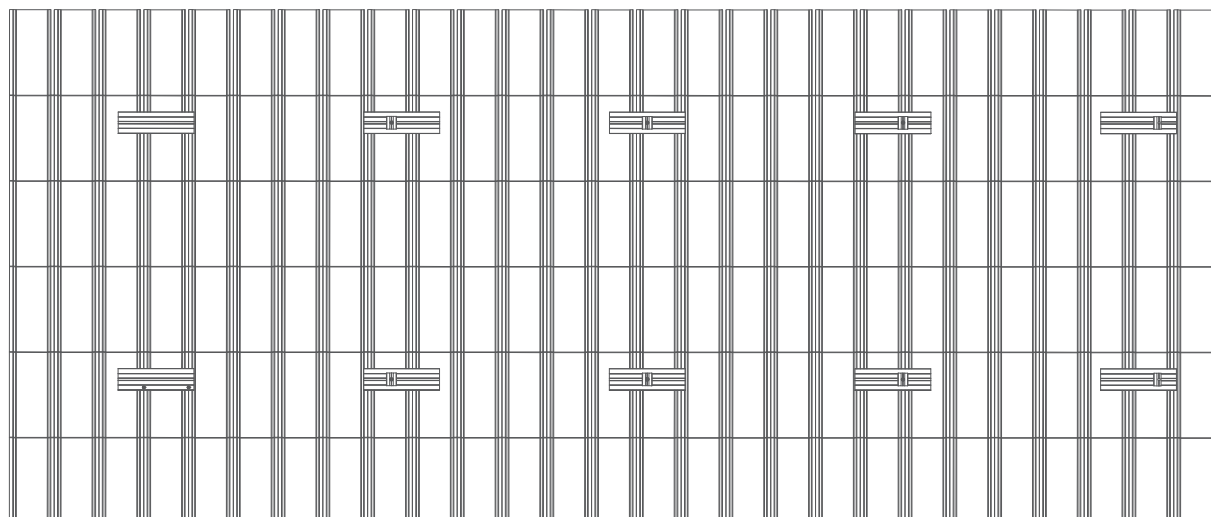

Rys. 1. Plan rozmieszczenia modułów
- 1 Przed przystąpieniem do montażu należy określić plan rozmieszczenia modułów na połaci dachu (Rys. 1). Jest to podstawa do rozmieszczenia mostków trapezowych wraz ze wszelkimi akcesoriami (Rys. 2).